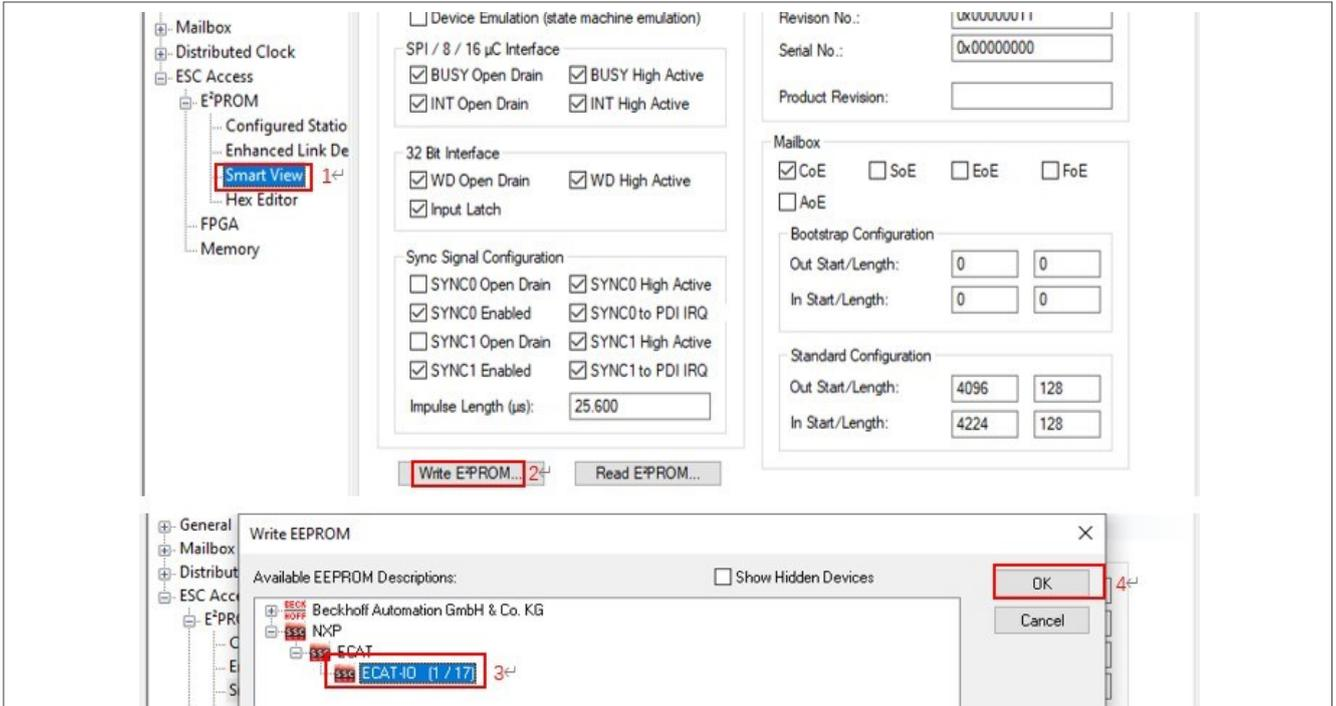

图34. Smart View Editor显示可用于写入EEPROM的选项
2. 单击**Write EEPROM**并选择由SSC工具创建的XML文件。单击**OK**，EEPROM将按照所选配置写入，如图34所示。